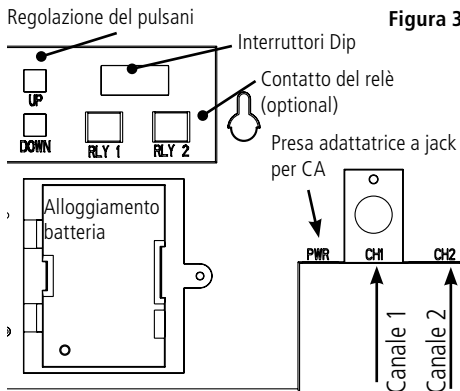

Figura 3
3. Inserire una batteria da 9V e collegare l'adattatore CA. (vedere figura 3)
- b. (Questa funzione deve essere usata solo per regolazioni di precisione) Per regolare l'ora del diagramma, premere e tenere premuti i pulsanti ADJUST-UP e ADJUST-DOWN che si trovano a tergo dell'unità vicino all'interruttore Dip (vedere figura 3). Il LED verde lampeggerà per circa cinque secondi, poi il LED resterà costantemente acceso. In queste condizioni il pulsante ADJUST-UP consentirà il movimento del diagramma in avanti (in senso orario) ed il pulsante ADJUST-DOWN consentirà il movimento del diagramma all'indietro (in senso anti-orario). Ruotare il diagramma finché l'ora corretta del diagramma (e giorno se applicabile) corrisponde all'ora indicata dalla freccia. Una volta impostato il diagramma, premere il pulsante PEN HOME per uscire dalla modalità di Regolazione Diagramma. L'unità uscirà dalla modalità di Regolazione Diagramma entro un minuto se si preme il pulsante PEN HOME.
Per impostare il registratore KT6 per un'applicazione specifica, può essere necessario cambiare alcuni degli interruttori Dip. Gli interruttori Dip si trovano a tergo dell'unità (figura 3). Per agire sugli interruttori usare una penna o un piccolo cacciavite. **Assicurarsi di installare il diagramma corrispondente alle impostazioni degli interruttori Dip.**